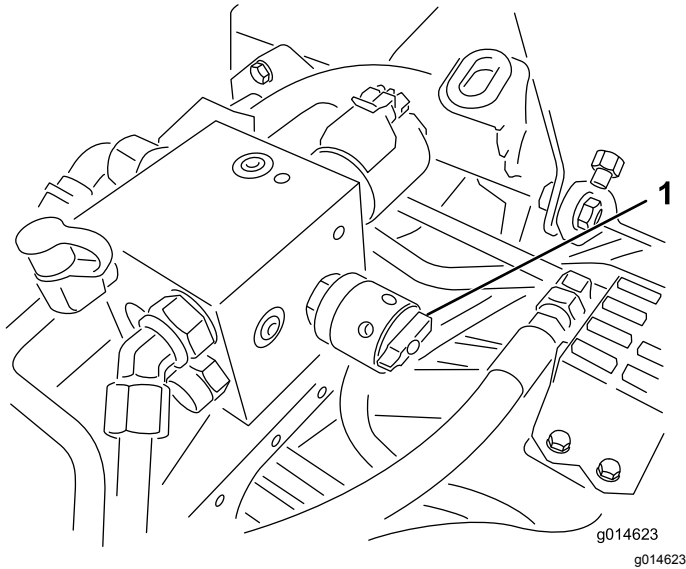

Bild 49
4. Drehen Sie zum Einstellen der Spindeldrehzahl das Handrad (Bild 49), bis die Anzeigepfeile auf die Nummer zeigen, die der gewünschten Einstellung entspricht, die Sie in Schritt 3 ermittelt haben.